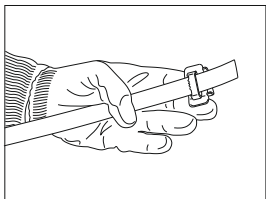
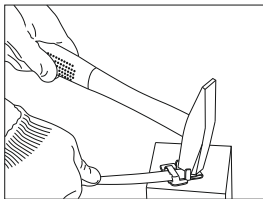

Рисунок 3
Рисунок 4
– конец ленты бандажной вставить в специальную скрепу СГ-20/СУ-20 (рисунок 3) и согнуть при помощи молотка (рисунок 4);